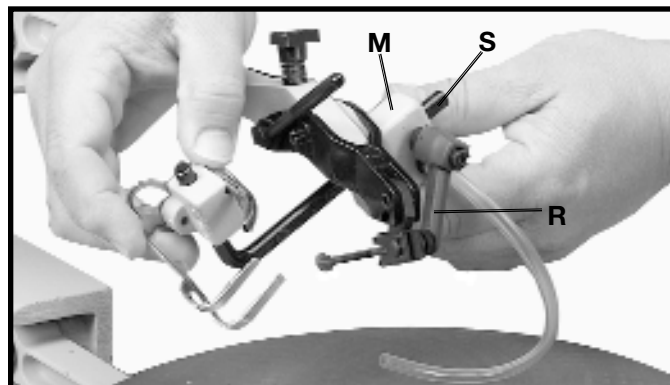

Fig. 12
10. Tourner la fixation (M), à la position illustrée à la figure 12.